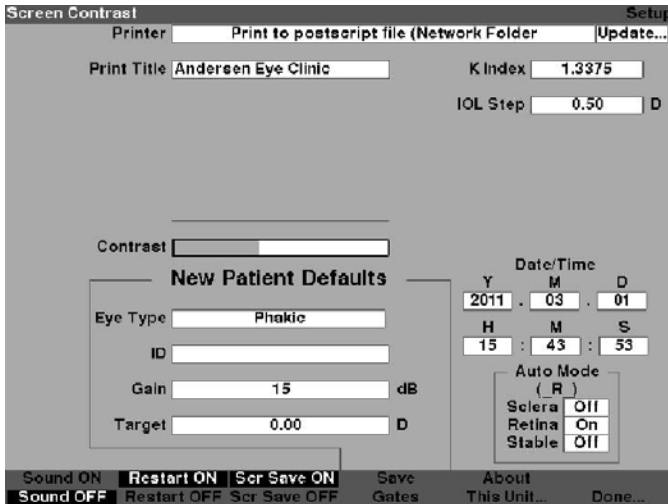

Figura 5-38 Campo Contrast (Contraste) seleccionado
1. En la pantalla Setup (Configuración), gire el control giratorio para seleccionar el campo Contrast (Contraste), indicado con un borde negro continuo, como se muestra en la Figura 5-38.